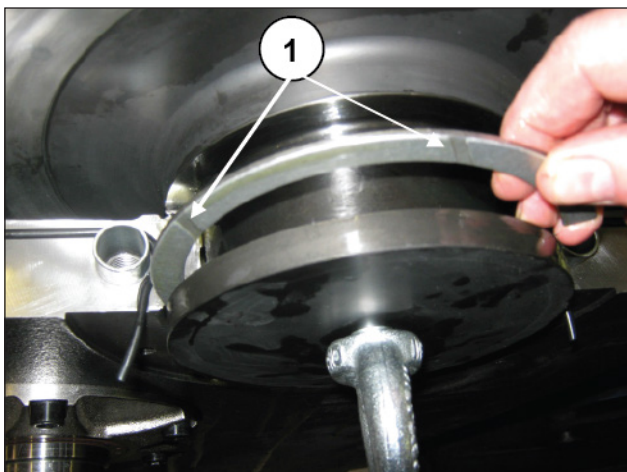

Fig. 101
**Gli anelli di spallamento devono essere montati avendo l'accortezza di posizionare gli scarichi del piano verso gli spallamenti interno ed esterno dell'albero a gomiti (pos. ①, Fig. 99 e Fig. 101).**